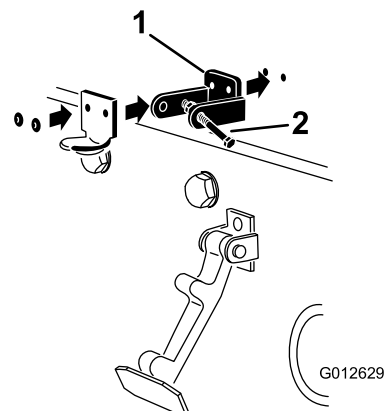

Figura 7
3. Ao alinhar os furos de montagem, posicione o suporte do trinco CE e o suporte do trinco do capot no capot. O suporte do trinco tem de estar contra o capot (Figura 7). Não retire o parafuso e porca do braço do suporte do trinco.
5. Aplique rebites nos suportes e nas anilhas ao capot (Figura 7).